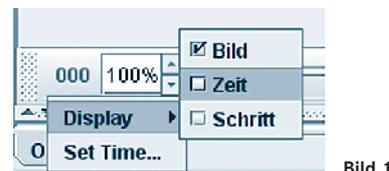

Bild 1
- um die Anzeige für das Bild auf die Zeit umzustellen (Bild 1: links unten auf dem Bildschirm mit der Maus auf die rote 000 klicken, dann auf Display und dann auf Zeit),